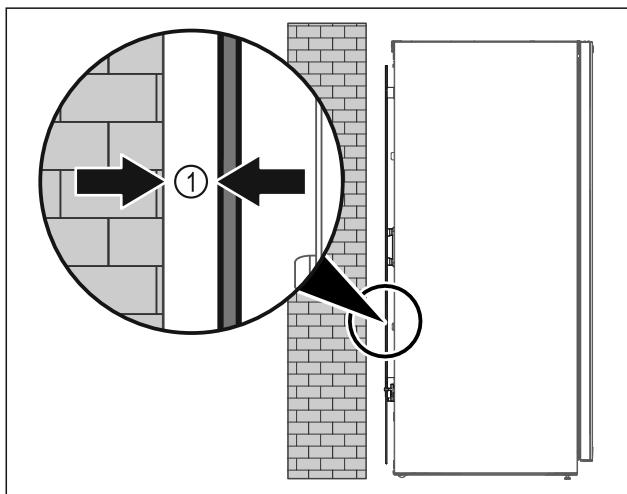

Fig. 9
- Uredaj je moguće postaviti ili slobodno u prostoriji ili izravno na zid na najmanjoj udaljenosti od 5 mm Fig. 9 (1).